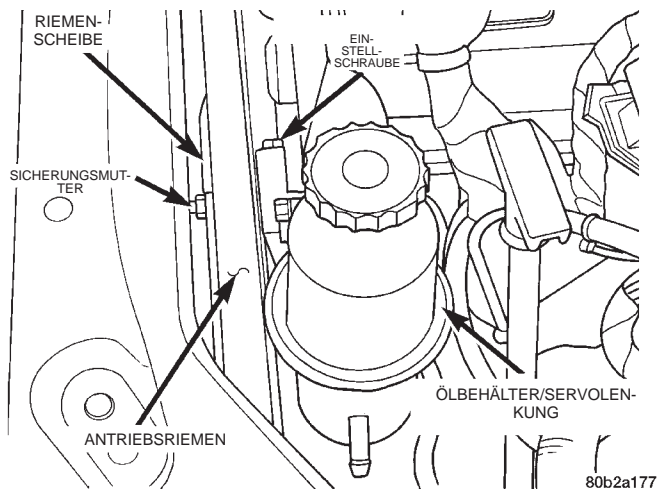

Abb. 6 Sicherungsmutter und Einstellschraube der Spannvorrichtung
(7) Das restliche Servoöl aus der Servopumpe ablaufen lassen und auffangen.
(8) Sicherungsmutter an der Vorderseite der Riemenscheibe (Abb. 6) der Spannvorrichtung für den Keilriemen lockern.
(9) Mit der Einstellschraube (Abb. 6) die Spannung des Servopumpen-Antriebsriemens lockern.
(10) Antriebsriemen von der Riemenscheibe der Servopumpe abnehmen.
(3) Befestigungsschrauben der Servopumpe mit einem Anzugsmoment von 28 N·m (250 in. lbs.) festziehen.
(4) Antriebsriemen auf die Riemenscheibe der Servopumpe legen. Anleitungen zur Montage und Einstellung der Riemenspannung siehe Kapitel 7, "Kühlsystem".
(5) Sicherungsmutter an der Vorderseite der Riemenscheibe (Abb. 6) der Spannvorrichtung für den Keilrippenriemen festziehen.